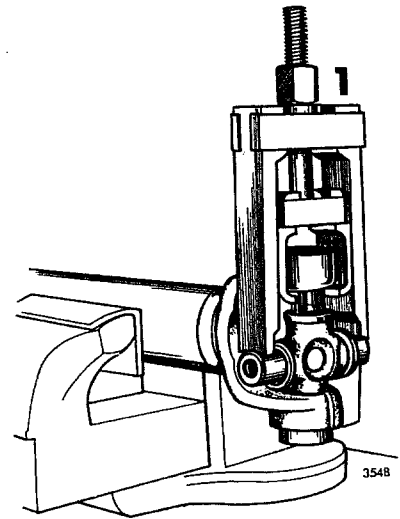

Fig 09—4. Urpressning av lagerskål
3. Anbringa pressverktyget enligt fig 09—4 och pressa ut det nedre nållagret så långt som knutkorset tillåter. Ta bort lagret med samtliga nålar.